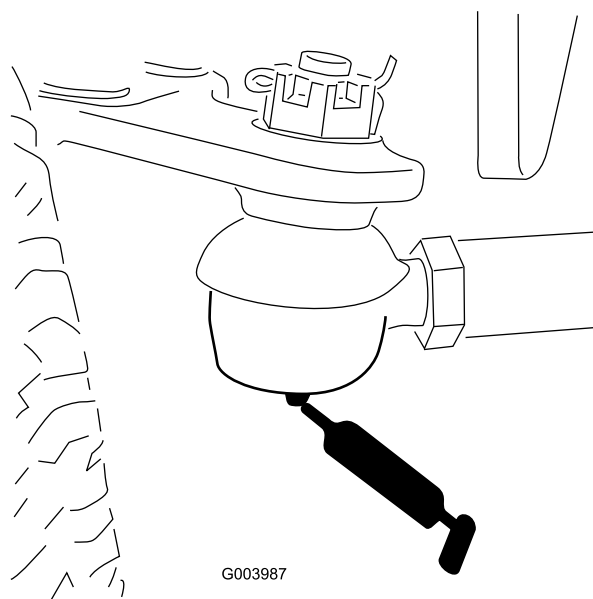

Figure 50
- Bielle d'essieu arrière (2) (Figure 50).